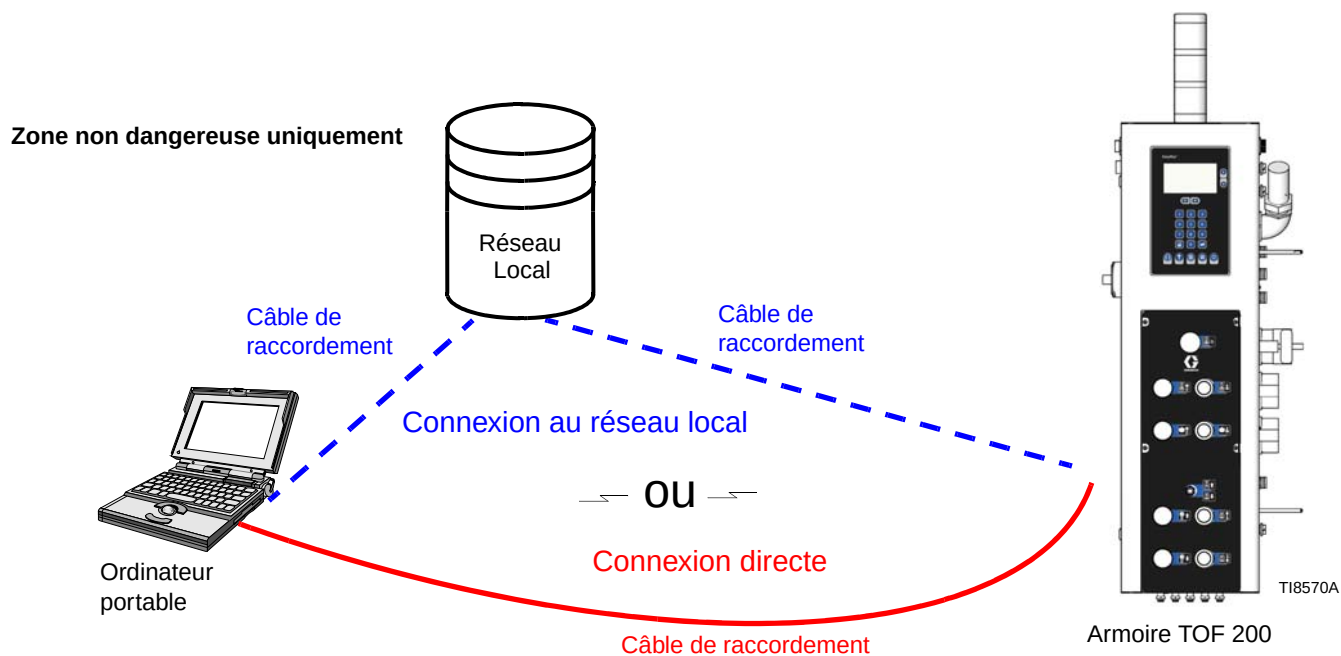

FIG. 30: Choix du réseau
- **Raccordement au réseau local** (raccordement normal). Câble de raccordement entre les bornes du réseau local et la borne de l'interface Web du TOF 200. Voir FIG. 30 et page 85.
- **Raccordement direct** au câble croisé TOF 200 entre la borne de l'ordinateur et celle de l'interface Web du TOF 200. Voir FIG. 30 et page 88.